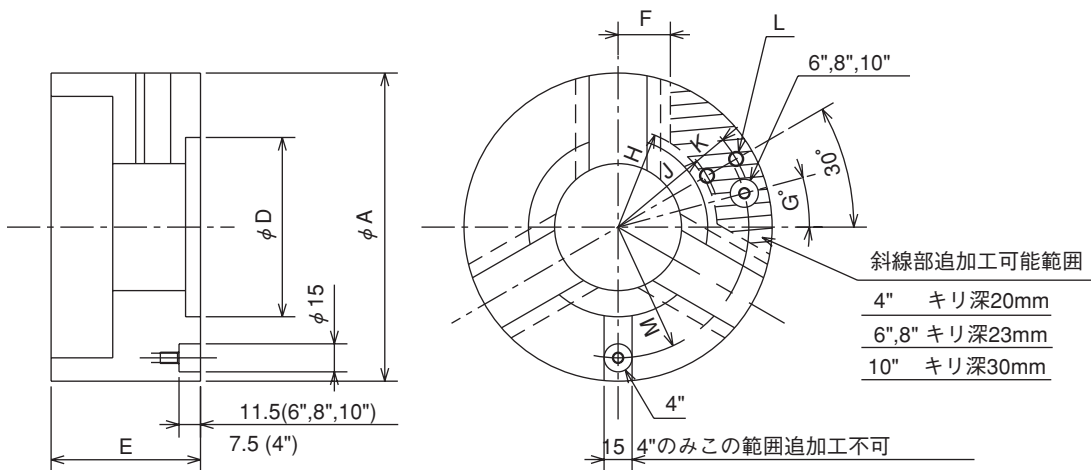

図 15
- ・チャックボデー表面にロケータや治具を取り付ける場合は、図15~16 に示す追加加工範囲内に穴明けを行ってください。